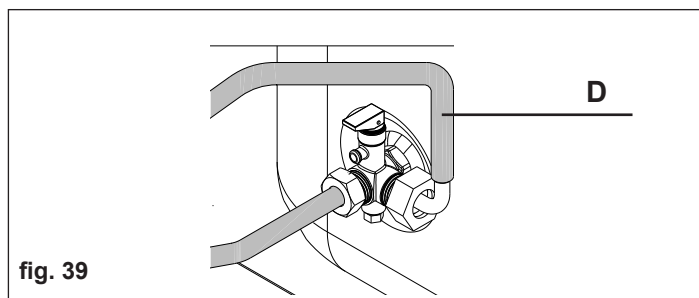

fig. 39
- Collegare l'altra estremità della rampa alla valvola di sicurezza bollitore (D - fig. 39)